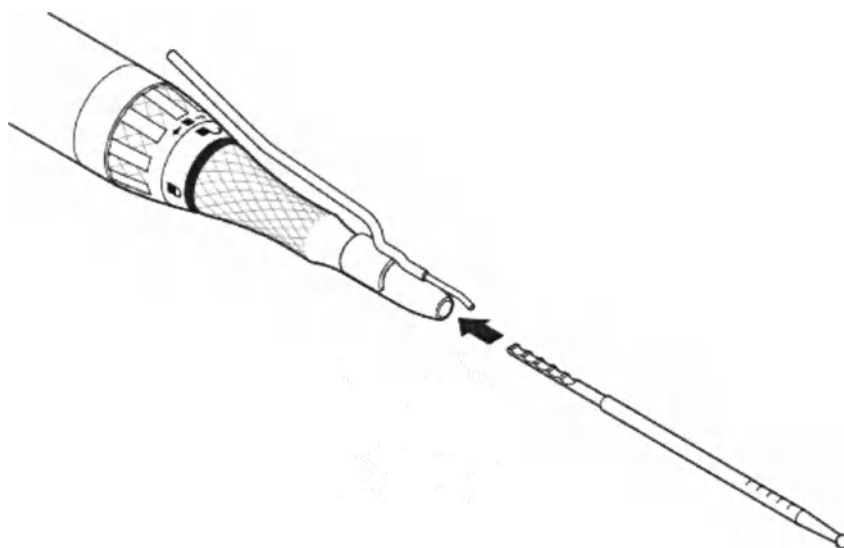

Рис. 4 – Установка режущего аксессуара
4. Установите режущий аксессуар в наконечник насадки (Рис. 4).